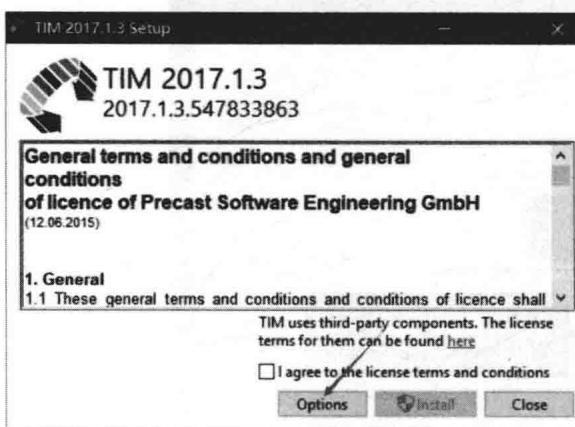

图 2-20
(2) 打开 TIM2017 应用程序后将会弹出一个对话框，然后在弹出的对话框中单击【Options】选项，如图 2-20 所示。